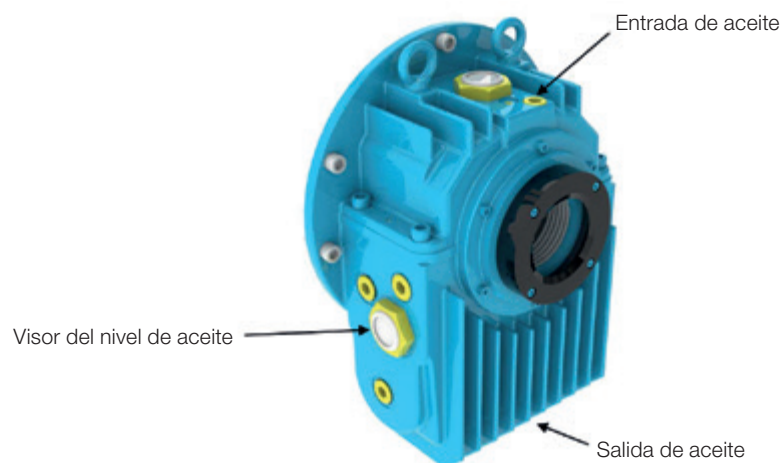

Figura 8.3 - Cojinete de deslelevación.
- Drene el aceite a través del drenaje localizado en la parte inferior de la carcasa del cojinete (ver Figura 8.3);